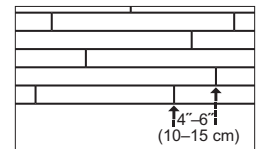

Figura 4
- Es importante alternar los extremos de los tabloncillos en hileras contiguas a un mínimo de 4-6" (10-15 cm) siempre que sea posible (Figura 4). Esto ayudará a garantizar un aspecto general más favorable del piso.
- Verifique los bordes y extremos de cada tabloncillo hayan encajado bien y estén ajustados. Las juntas de extremo de las hileras adyacentes deberán escalonarse a 4–6" (10–15 cm) siempre que sea posible, para garantizar un aspecto general más favorable (Figura 4).